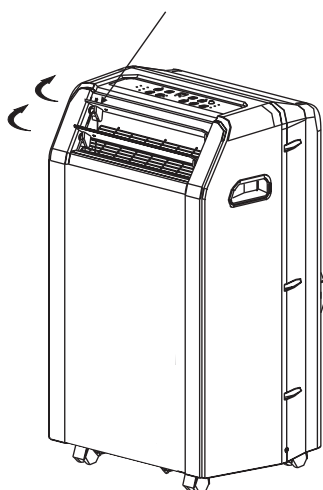

Fig. 6
- Ajuste automáticamente la dirección del flujo de aire (Fig. 6):
- Si mantiene pulsado el botón SWING más de 2 segundos, se activa la función de oscilación automática. La rejilla oscila según se muestra en la Fig. 6.